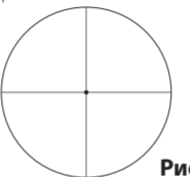

Рис. 3-2
- 1 Посмотрите в окуляр так, чтобы глаз находился на расстоянии примерно 10 см (4 дюйма) от линзы окуляра, и была видна усовершенствованная визирная сетка BDC (рис. 3-1) или визирная сетка Fine Crosshair w/Dot (рис. 3-2). Глаз должен смотреть по центру окуляра и с правильным выносом выходного зрачка, иначе изображение будет выглядеть «затемненным».